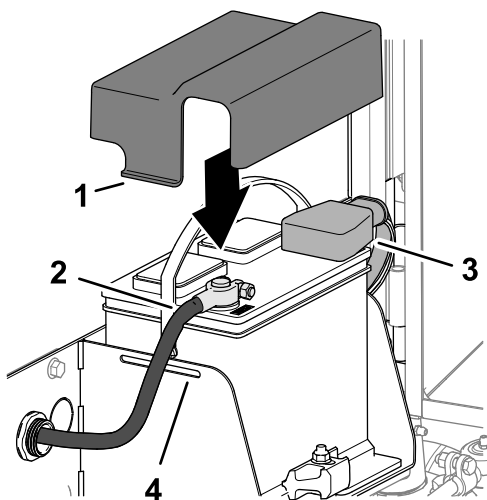

Figura 86
1. Instale o cabo positivo (vermelho) da bateria no polo positivo (+) da bateria (Figura 86).